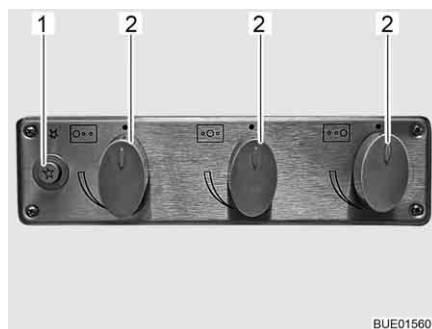

Fig. 166 Boutons de commande pour le réchaud à gaz
- Tourner le bouton tournant (Fig. 166,2) du brûleur désiré en position d'allumage (grande flamme).
- Presser le bouton-poussoir (Fig. 166,1).